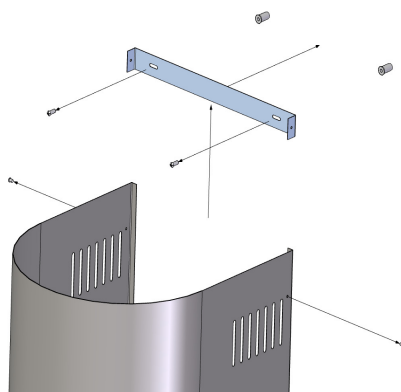

Рис. 6
- Выдвинуть внутреннюю трубу (3) на требуемую высоту.
- Отметить на стене размещение отверстий, находящихся во внутренней защитной трубе (3), с целью надлежащим образом определить высоту монтажа кронштейна (4).
- На отмеченной высоте приложить к стене кронштейн (4) и отметить отверстия для монтажа.
- Просверлить отверстия в стене, используя сверло, диаметр которого отвечает приложенным дюбелям (6). Установить кронштейн (4) на стене, на отмеченной высоте.
- Выдвинуть внутренний экран (3) и соединить с помощью шурупов (7) с кронштейном (4). (Рис. 6)